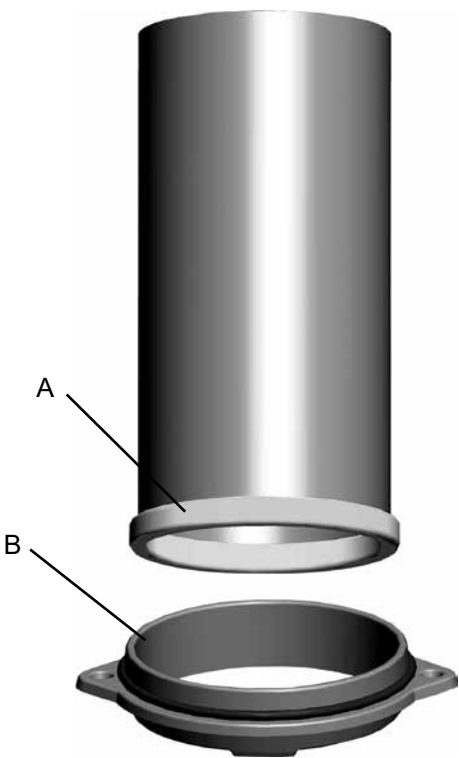

Fig.9
4.3 Het glas aan de zijkant, binnen/buiten, vervangen (afb. 9, 12, 13 en 14)
2. De gietijzeren keerklep, die zich boven de keerplaat bevindt, rust met de stang op de ribben aan de schoorsteenuitgang aan de achterkant (**afb. 9 A**). Til de keerklep iets omhoog, trek deze naar voren en kantel hem eruit.